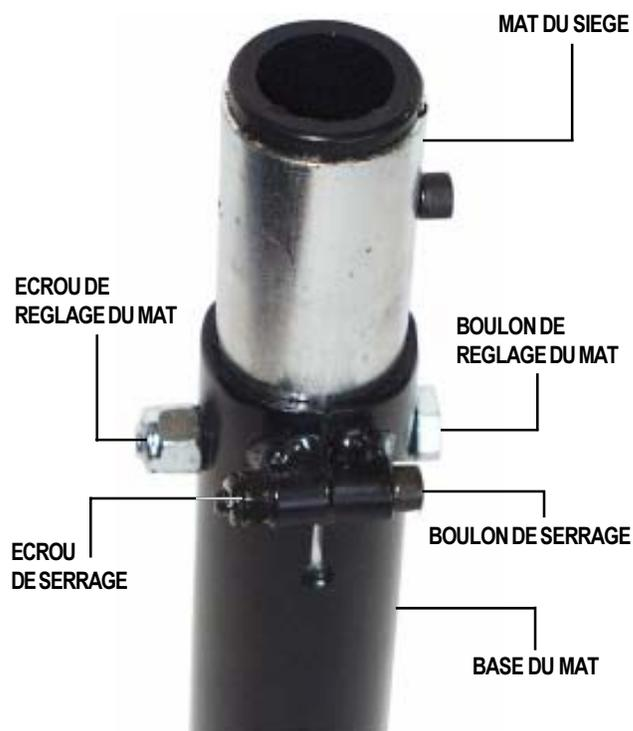

Figure 11. Réglage de la hauteur du siège
5. Desserrez le boulon et l'écrou du mât. Voir figure 11.